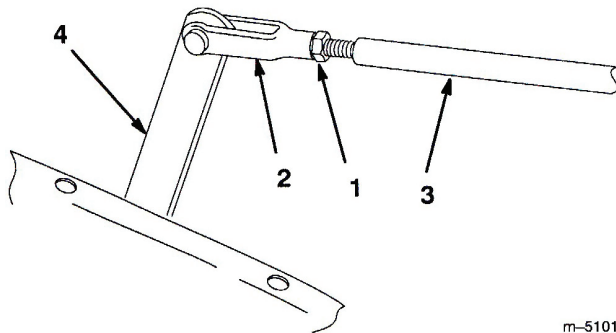

図46
3. 調整レバーを手で動かして、芝刈りペダルと上昇ペダルを同じ高さにそろえる。また、ヨークの穴と調整レバーの穴が整列するようにヨークを調整する (図46)。